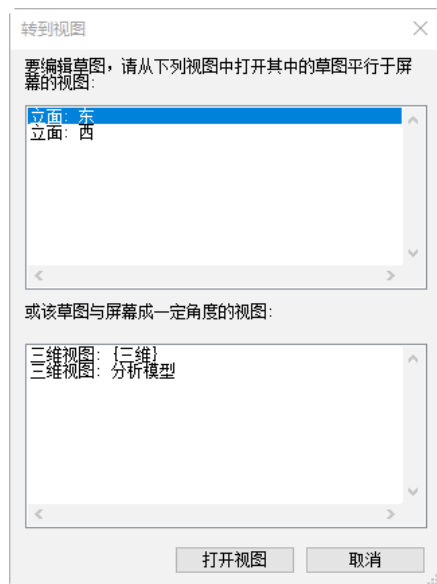
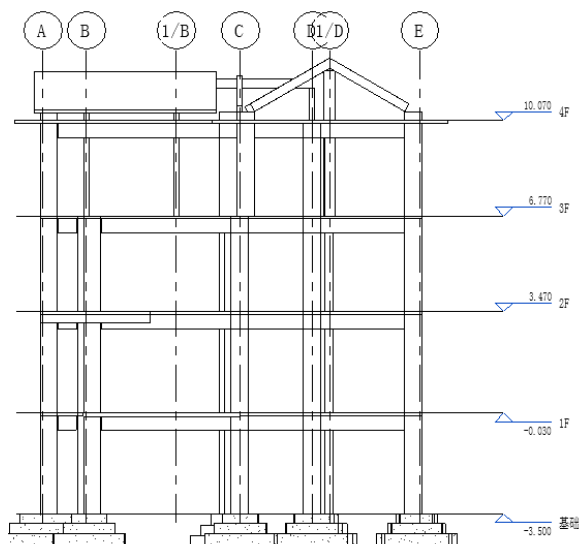

图 11-80 “转到视图”对话框
图 11-81 东立面视图
(9) 打开“转到视图”对话框，选择“立面：东”视图，如图 11-80 所示，单击“打开视图”按钮，将视图转换到东立面视图的轴线 5 截面，如图 11-81 所示。